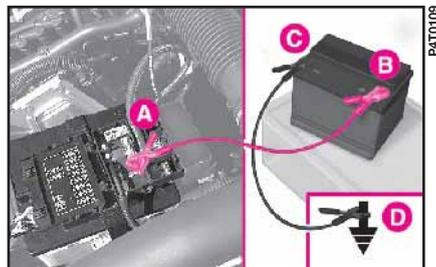

fig. 1
1) Collegare i morsetti positivi **A** (fig. 1) e **B** delle due batterie con un apposito cavo.